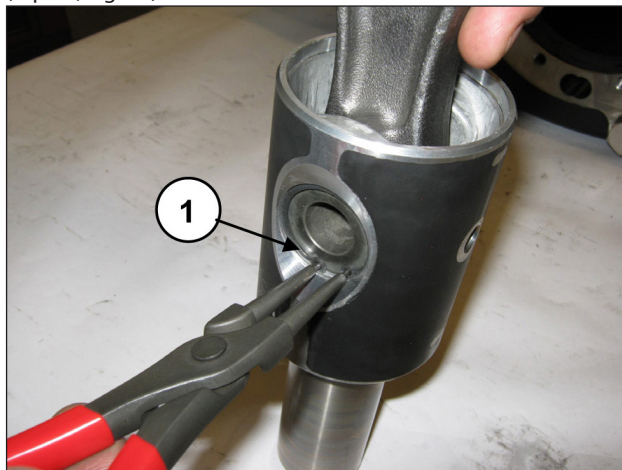
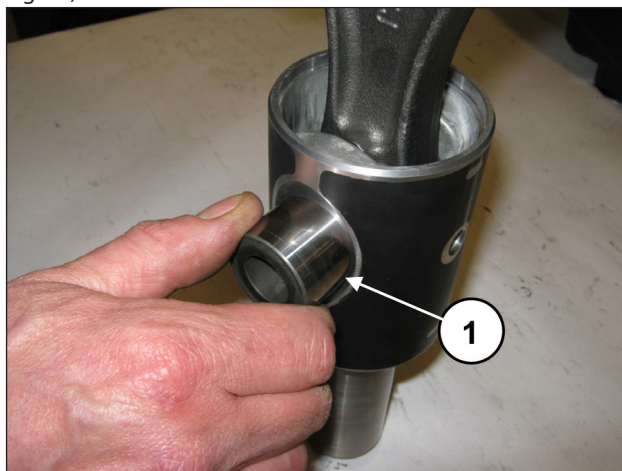
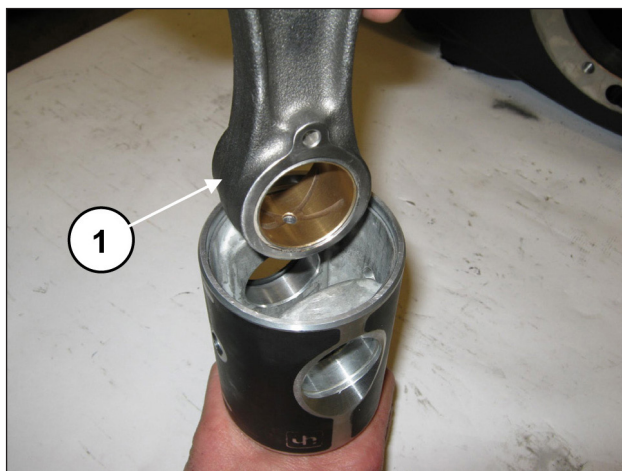

Fig. 37
Fig. 38
Fig. 39
Déposer les deux anneaux Seeger de retenue de la goupille (rep. ①, Fig. 37).
Dégager la goupille (rep. ①, Fig. 38) et extraire la bielle (rep. ①, Fig. 39).
Insérer la bielle dans le guide de piston (rep. ①, Fig. 39) puis insérer la goupille (rep. ①, Fig. 38). Appliquer les deux Seeger d'appui (rep. ①, Fig. 37).